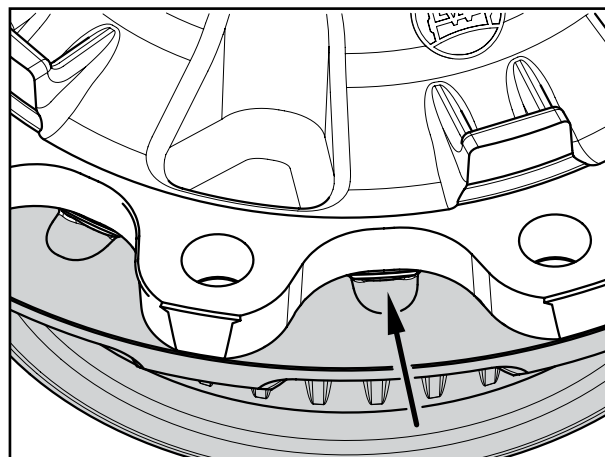

Fig. 73
Anbringa hjälpverktyg för separering av nav (435) och skiva (380) enl. pil, fig. 73.
- [29] Byt bromsskiva (380).